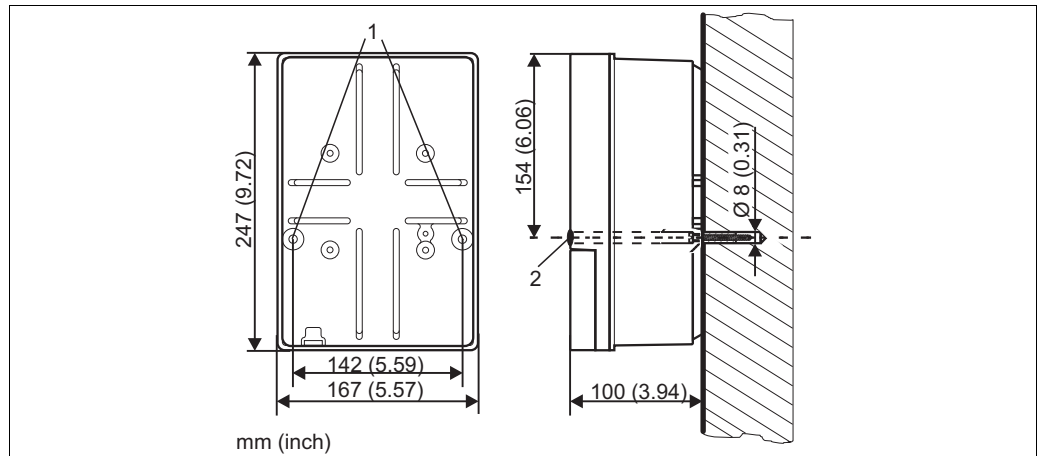

Abb. 7: Maße für die Wandmontage, Befestigungsschraube: Ø 6 mm (0,24"), Dübel: Ø 8 mm (0,31")
1. Bohren Sie Bohrlöcher gemäß Abb. 7.